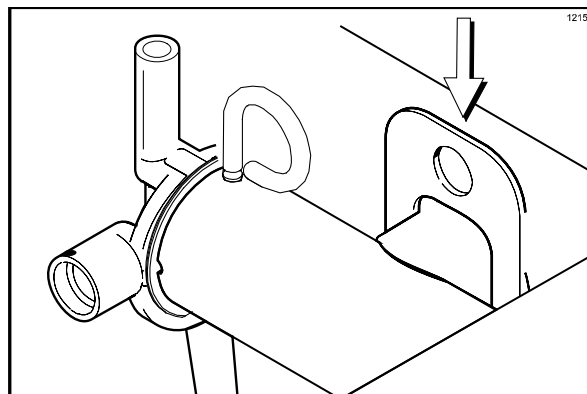

Figure 163
3. Installer l'assemblage de la pompe à l'arrière du réservoir à mélange. Pour positionner la pompe sur le moyeu d'entraînement, aligner l'orifice d'entraînement du piston sur le maneton à bille de l'arbre d'entraînement. Fixer la pompe en glissant l'attache de la pompe sur le collier de la pompe et en s'assurant que l'attache passe par les rainures du collier (Cf. Figure 163).